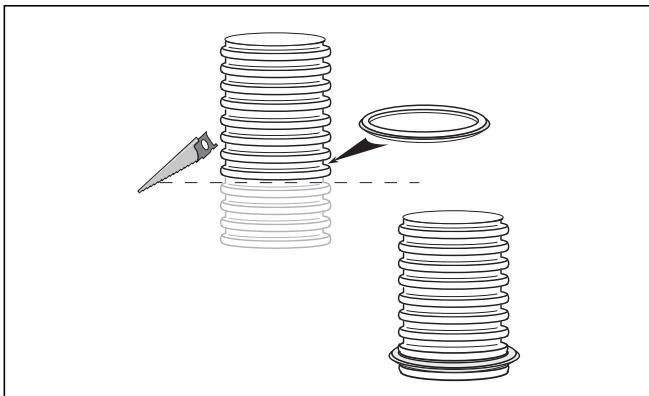

Рис. 5.25 Уменьшение длины гибкого дымохода и монтаж уплотнения
- Затем установите уплотнение в самый нижний неповрежденный гофр дымохода (см. рис. 5.25).